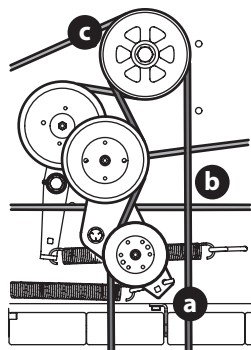

Figura 56
3. Con una llave de 1/2" en el soporte de polea loca (a), gire la llave hacia la derecha de la cortadora y deslice la correa de la PTO (b) para sacarla de la polea de la PTO (c) (Figura 56).